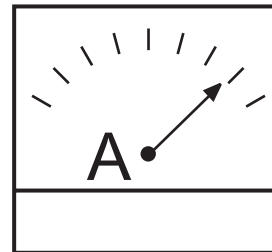

Figure 36. Ampèremètre (charge)
11. Observez l'ampèremètre de la génératrice (Figure 36) et assurez-vous qu'il affiche la quantité de courant anticipé conformément à la charge. L'ampèremètre n'indique le courant que si une charge est utilisée.